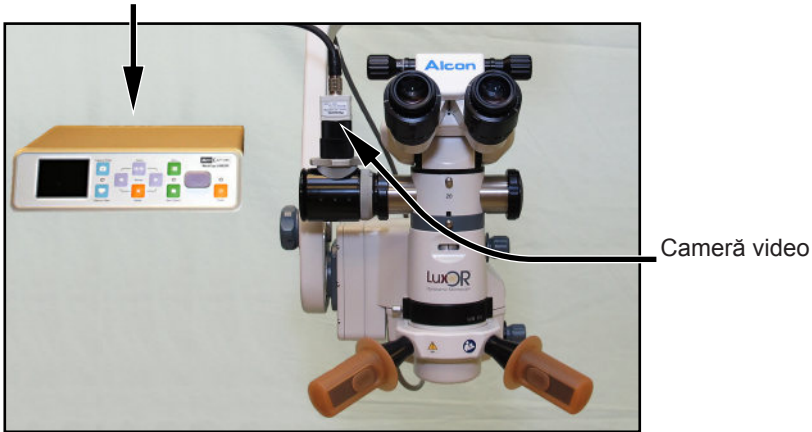

Figura 6-5 Instalarea Camerei Video și a Dispozitivului de Înregistrare
5. Fixați ferm camera video în partea de sus a adaptorului video, (Figura 6-5).